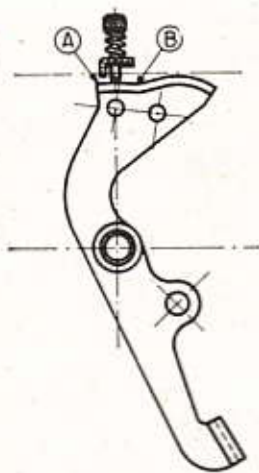
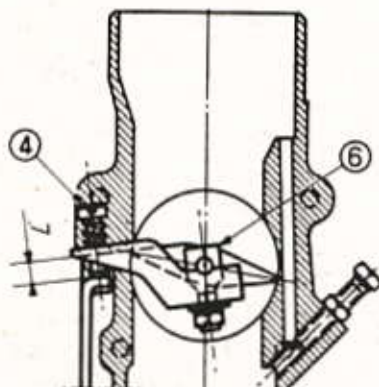

Fig. 82. — Levier de ralenti accéléré.
Fig. 83. — Réglage du papillon (premier montage).
- 1° Pour effectuer ce réglage, la vis (4) (fig. 83) doit obligatoirement porter sur la partie concentrique AB du levier de ralenti accéléré (fig. 82).
- 2° La vis (4) doit dépasser suffisamment du levier sur lequel elle est vissée, pour éviter le contact de ce levier sur la rampe de ralenti accéléré.
léré. Si nécessaire, desserrer la noix (6) (fig. 83) et amener le dépassement à 7 mm de la vis. Serrer la noix (6) en maintenant le papillon à la position ouverture mini et la vis (4) en contact avec la partie concentrique AB du levier de ralenti accéléré.